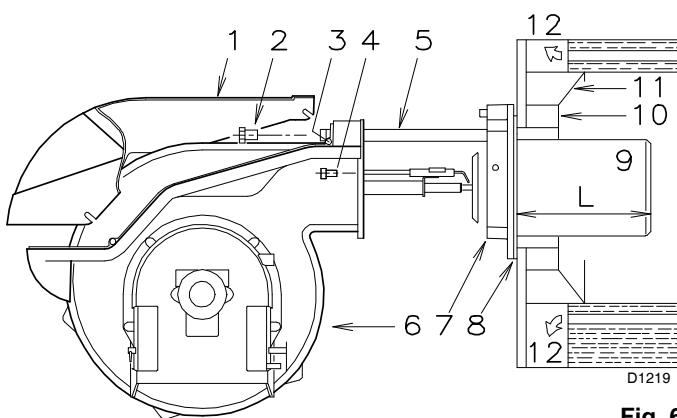

Fig. 6
5.4 Lunghezza boccaglio (Fig. 6)
Per le caldaie con il frontale raffreddato ad acqua non è necessario il rivestimento refrattario 10)-11)(Fig. 6), se non vi è espressa richiesta del costruttore della caldaia.
Effettuata questa eventuale operazione, fissare la flangia 7) (Fig. 6) alla piastra della caldaia interponendo la guarnizione 8) data a corredo. Utilizzare le 4 viti pure date a corredo dopo averne protetto la filettatura con prodotti antigrippanti.
- Aprire il bruciatore sulle guide come in (Fig. 6, pag. 10).